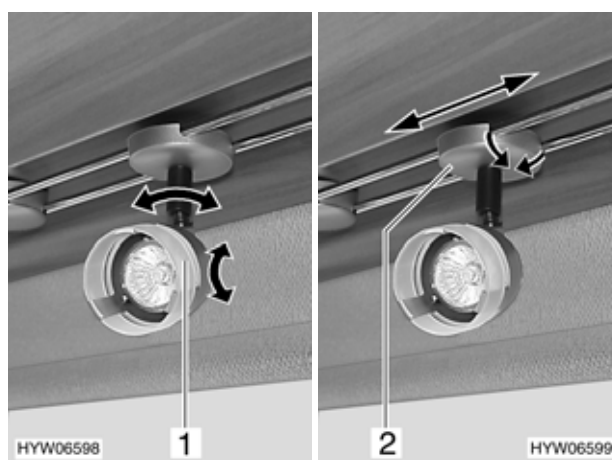

Fig. 55 Faretto
- Afferrare l'involucro (Fig. 55,1) e girarlo.
- Afferrare il faretto per l'attacco (Fig. 55,2).